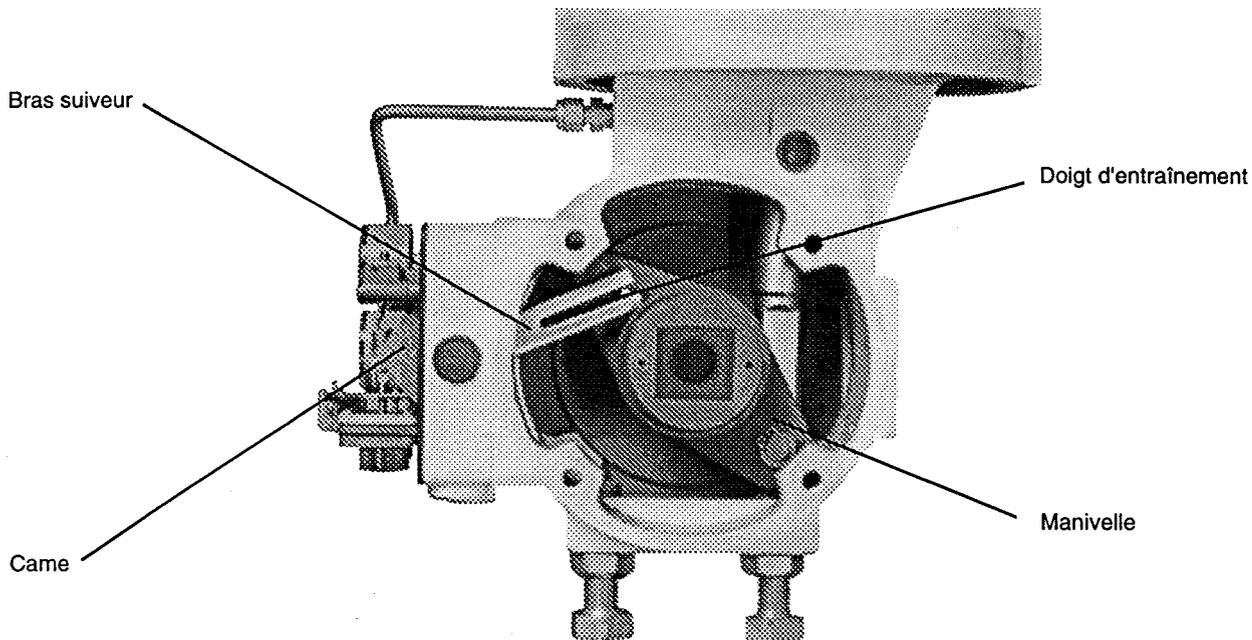

Figure 7: Installation du positionneur Beta sur un servo-moteur rotatif
(1) Les lettres correspondent au marquage estampillé sur l'un des côtés de la came.
7. Insérer la goupille suiveuse dans l'orifice de la manivelle du servo-moteur et l'enfoncer fermement à l'aide d'un marteau (voir figure 7).
8. Appliquer de la graisse aux surfaces glissantes du bras suiveur (58) avant de monter le positionneur sur la boîte de transfert. Au moment de monter le positionneur sur la boîte de transfert, guider le bras suiveur de façon à ce que la goupille glisse dans l'encoche du bras suiveur (voir Figure 7). Visser le positionneur à la boîte de transfert à l'aide des trois vis de montage. Tirer sur la came pour vérifier que la broche est bien placée dans l'encoche du bras suiveur ou retirer le couvercle de protection de la boîte de transfert pour contrôler.